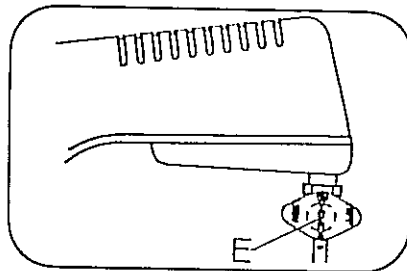

fig. 6
La llave de paso (E) está situada bajo el depósito (fig. 6) y tiene 3 posiciones: